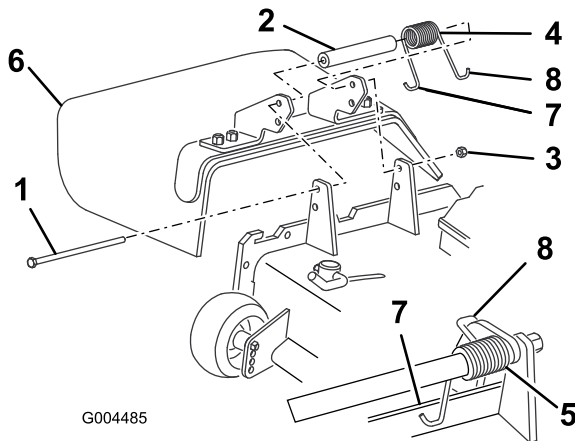

Figura 80
2. Togliete il dado di bloccaggio, il bullone, la molla e il distanziale che fissano il deflettore alle staffe orientabili del tosaerba (Figura 80). Togliete il deflettore di sfalcio se è danneggiato o consumato.
4. Montate il bullone e il dado. Infilate l'estremità a gancio della molla attorno al deflettore di sfalcio (Figura 80).
3. Inserite un distanziale e la molla tra le nuove staffe del deflettore di sfalcio (Figura 80). Collocate l'estremità sinistra a J della molla dietro il bordo del piatto di taglio.
**Nota:** Prima di montare il bullone, come riportato nella Figura 80, verificate che l'estremità sinistra a J